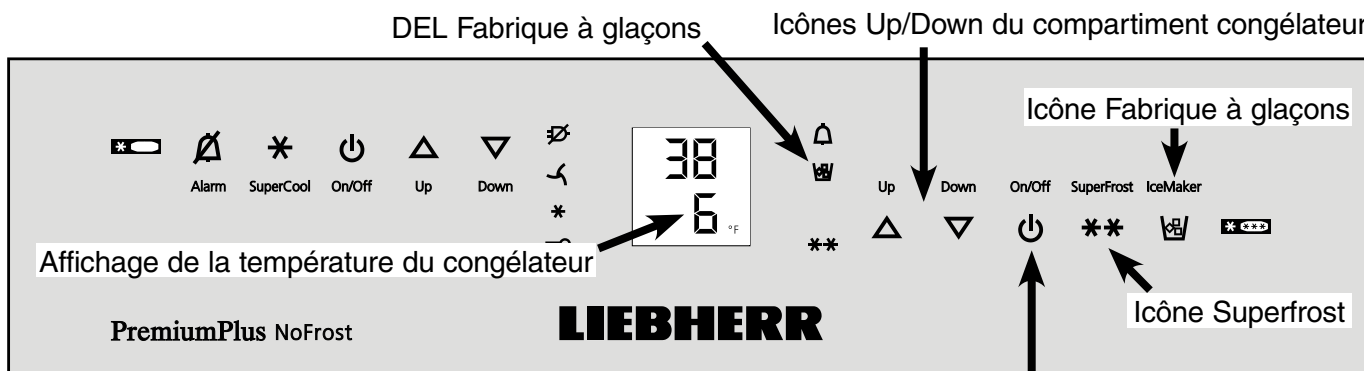

Figure 22
- Mettre en marche la fabrique à glaçons en appuyant sur l'icône Fabrique à glaçons (**Figure 22**).
- Appuyer sur l'icône **Fabrique à glaçons** afin d'allumer la **DEL Fabrique à glaçons (Figure 22)**.